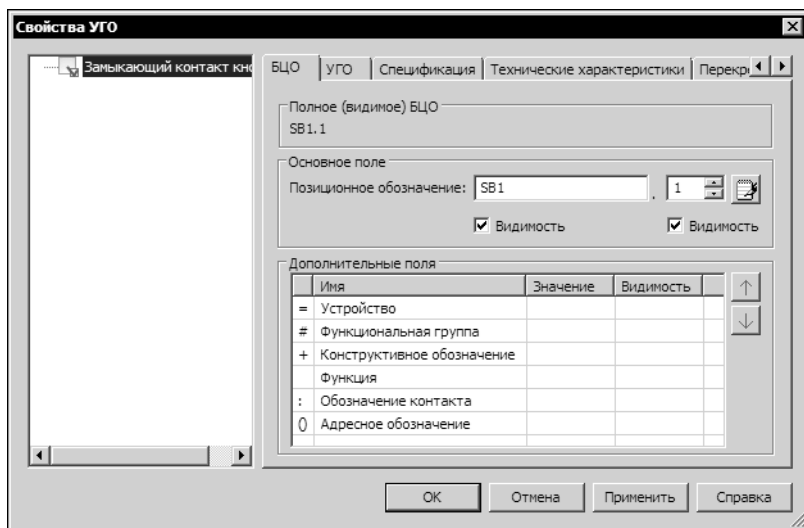

Рис. 9.2. Диалог **Свойства УГО**
- Выберите из Библиотеки нужное УГО и зафиксируйте его на чертеже схемы. После этого на экране откроется диалог **Свойства УГО** (рис. 9.2). В левой части диалога отображается имя вставленного УГО, правая часть диалога содержит элементы управления, помощью которых можно определить свойства УГО. Описание элементов управления диалога представлено в табл. 9.2.